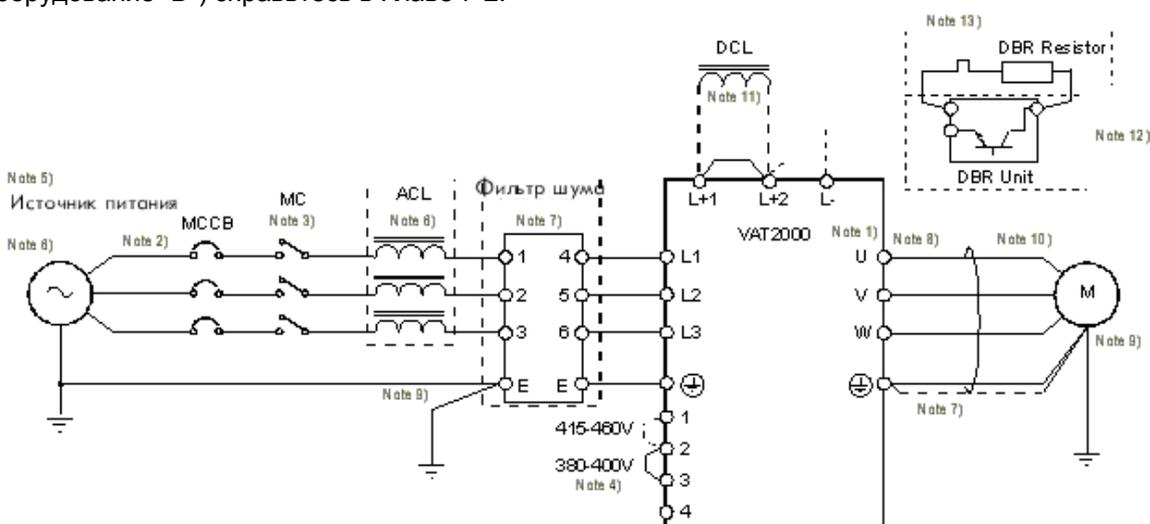

Рис. 2.4 Пример электромонтажа главной цепи
При выполнении электромонтажа главных цепей источника питания и двигателя и т.д., обратитесь к Рис. 2-4.
Для электромонтажа главной цепи, приведенной на Рис. 2-4, используйте параметры, приведенные в Таблице 2-1, включая размеры проводов, кольцевые контакты и вращающие моменты. Пригодные параметры проводов, приведенные в Таблице 2-1, предназначены для использования с постоянными значениями вращающих моментов; для переменных вращающих моментов используйте провода следующего большего значения, сдвинувшись на одну колонку вправо
Присоединяя дополнительное устройство DB, следуйте схеме, приведенной на Рис. 2-4 (2) и подключайте L+2 и L- для 011L, 011H и последующих моделей.